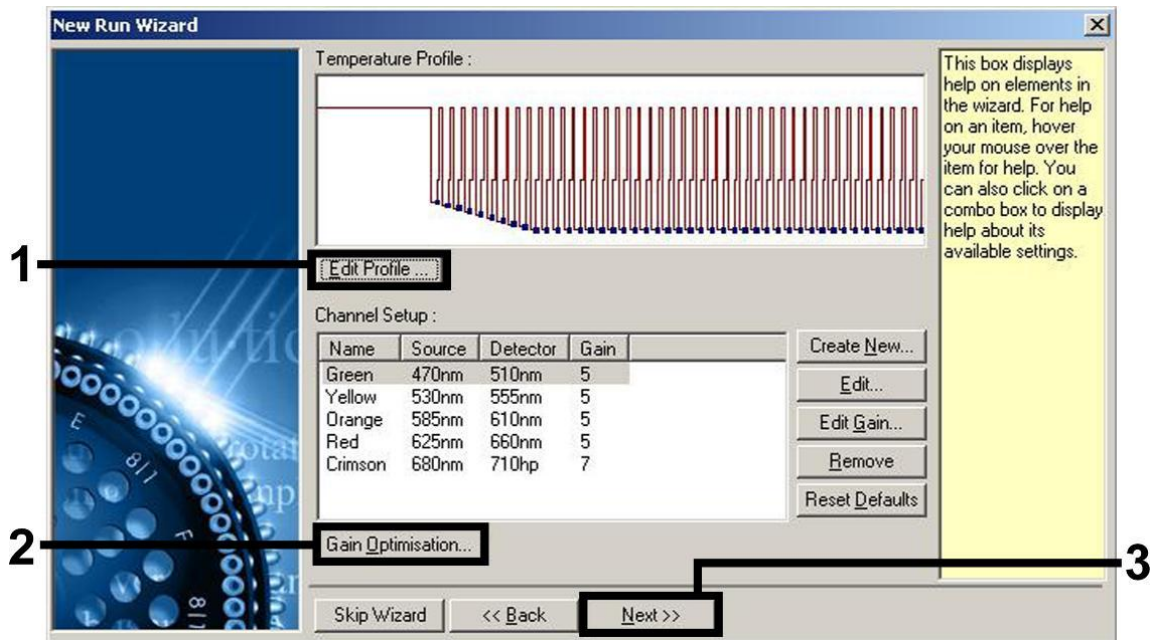
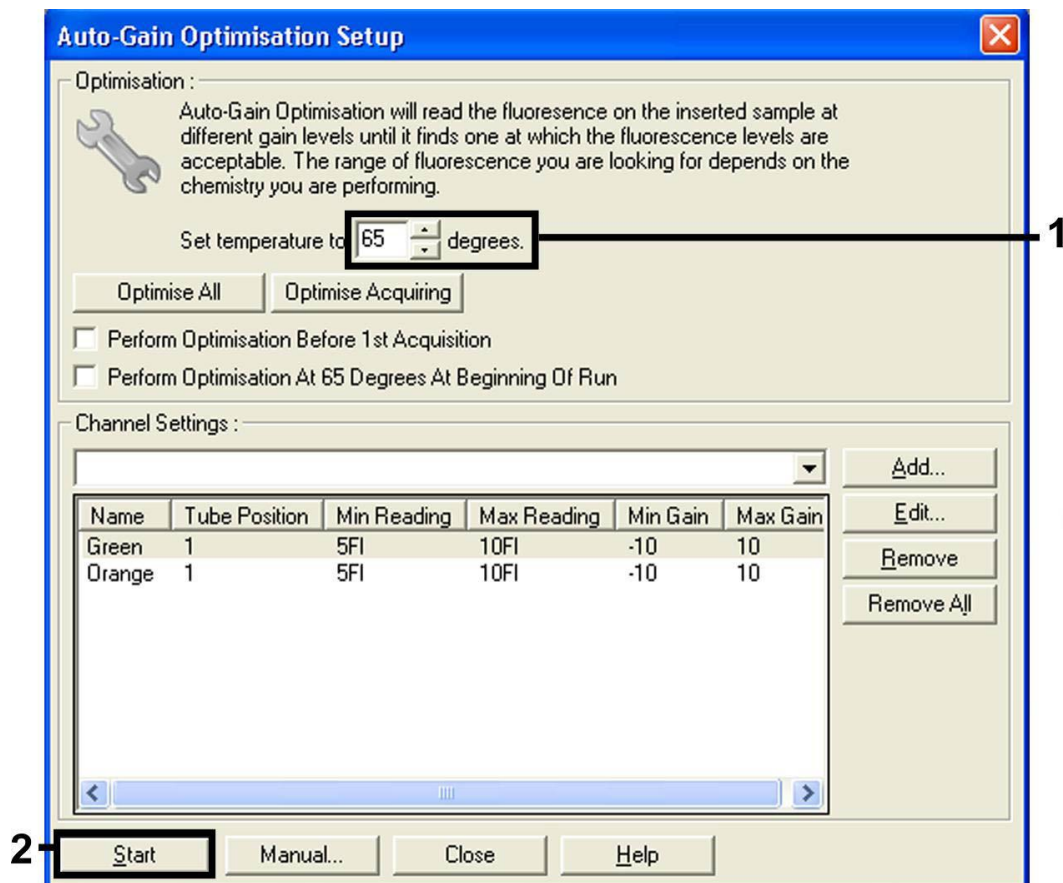

Figura 3. Edição do perfil.
Figura 6. Ajustar a sensibilidade do canal de fluorescência.
Ajustar a sensibilidade do canal de fluorescência	Figura 6
8. Clicar no botão "Edit Profile" (Editar perfil) na caixa de diálogo seguinte do "New Run Wizard" (figura 3) e programar o perfil de temperatura conforme se mostra nas figuras 3-5).
9. O intervalo de detecção dos canais de fluorescência tem de ser determinado de acordo com as intensidades de fluorescência nos tubos de PCR. Clicar em "Gain Optimisation" (Otimização de ganho) na caixa de diálogo "New Run Wizard" (ver figura 3) para abrir a caixa de diálogo "Auto-Gain Optimisation Setup" (Configuração da otimização automática de ganho). Definir a temperatura de calibração para 65 para igualar a temperatura de hibridização do programa de amplificação (figura 6).